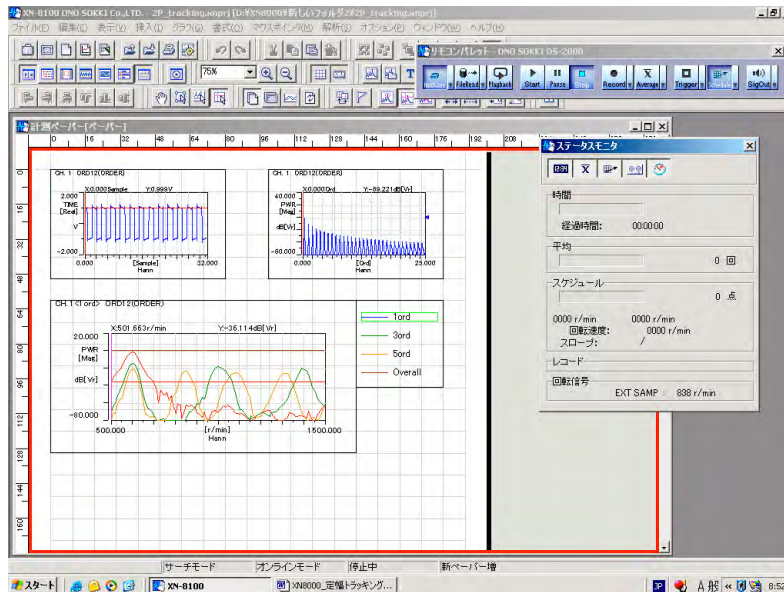

図 25
② 「ファイル → プロジェクトに名前をつけて保存」をクリックし、プロジェクトを保存します。
前回と同じ条件で試験をする場合、8-②で保存したプロジェクトを開きます（図 25）。
- ① 「ファイル → プロジェクトを開く」で8-②で保存したプロジェクトを開きます。計測ペーパーには前回の測定データが表示されていますが、計測を開始すると新しい測定データに変わります。
- ② 「5. 実際の測定を行う」「6. 測定を繰り返す」「7. データの保存と再生」を実行します。